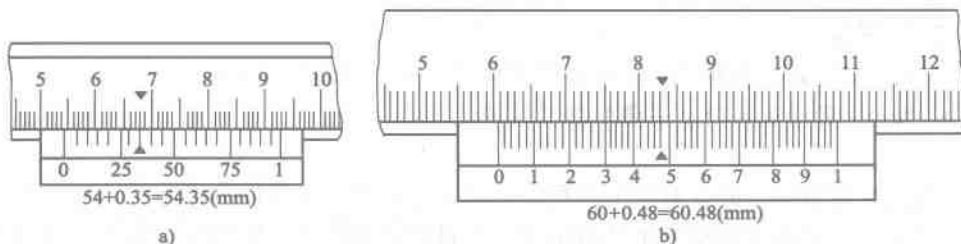

图 1—9 游标卡尺的刻线原理及读数方法
3) 求和。将两项读数相加，即为被测尺寸，如图 1—9 所示。